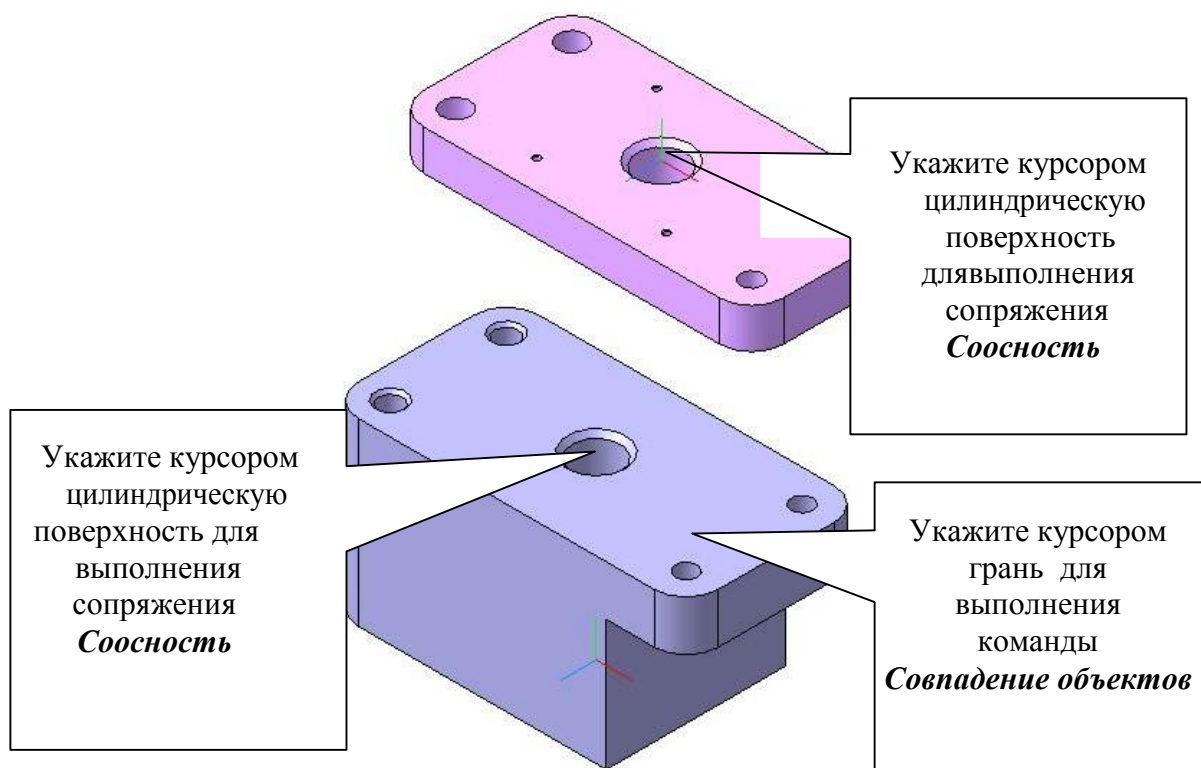

Рис. 8
2) Нажмите кнопку **Добавить из файла**  на панели **Редактирование сборки**  и откройте модель «Плита». Установите деталь в произвольном положении, рис. 8. Деталь можно перемещать кнопками **Повернуть компонент**  и **переместить компонент** . Для точной установки детали в сборке необходимо выполнить сопряжения. Откройте панель **Сопряжения**  и нажмите кнопку **Соосность** .
Командой **Повернуть**  разверните две детали таким образом, чтобы было удобно выделять цилиндрические поверхности  $\varnothing 24$  у двух деталей (на рис. 8 такое положение уже достигнуто).